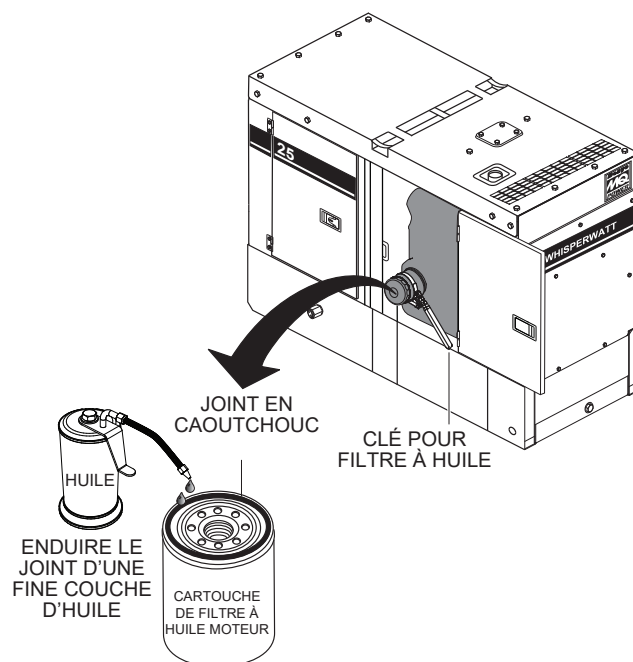

Figure 70. Oil Filter Replacement
2. À l'aide d'une clé pour filtre à huile (Figure 70), retirez le **filtre à huile du moteur**.
3. Enduisez la surface du joint en caoutchouc (joint d'étanchéité) du nouveau filtre à huile d'huile moteur 15W-40 propre (Figure 70).